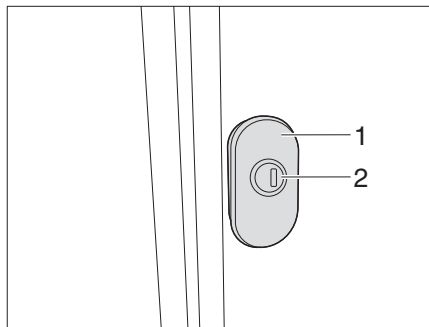
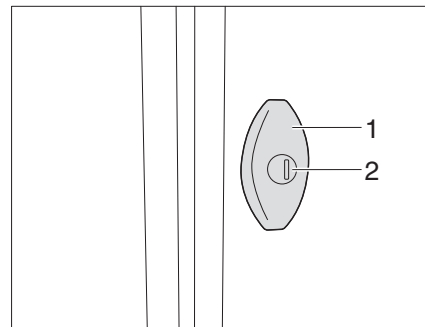

Bild 33 Vridspännlås (variant 1)
Bild 34 Vridspännlås (variant 2)
- Stick in nyckeln i låscylinern (Bild 33/Bild 34,1) och vrid ett kvarts varv. Lucklåset är upplåst.
- Dra i vridspännlåset (Bild 33/Bild 34,2) och vrid i 180° moturs. Den utvändiga luckan är öppen.